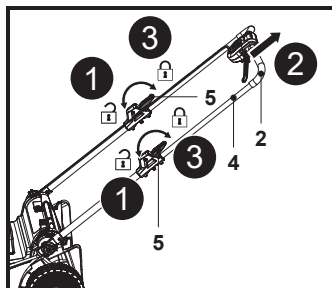

Fig. 3
7. Abra as duas alavancas de bloqueio (5), segure a pega (2) e puxe gradualmente o guiador superior (4) até ao fim (Fig. 3, passos 1, 2).
8. Feche as duas alavancas de bloqueio (5) e verifique se o guiador superior (5) está fixo (Fig. 3, passo 3).